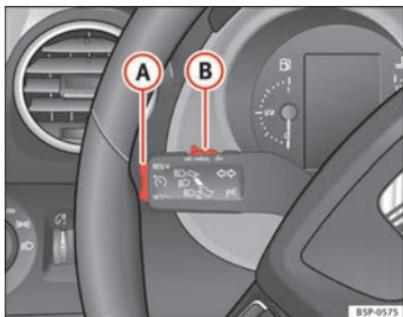

Abb. 149 Blinker- und Fernlichthebel: Schalter und Wippe für die Geschwindigkeitsregelanlage
- Drücken Sie den oberen Teil der Wippe **RES/+** ⇒ Abb. 149 **A**, um die Geschwindigkeit zu erhöhen. Solange Sie die Wippe gedrückt halten, beschleunigt das Fahrzeug. Sobald Sie die Wippe loslassen, wird die neue Geschwindigkeit gespeichert.
Wenn Sie die gespeicherte Geschwindigkeit durch Treten des Bremspedals verringern, wird die Geschwindigkeitsregelanlage deaktiviert. Sie können durch einmaliges Drücken des oberen Teils der Wippe **RES/+** ⇒ Abb. 149 **A** die Regelung wieder aufnehmen.